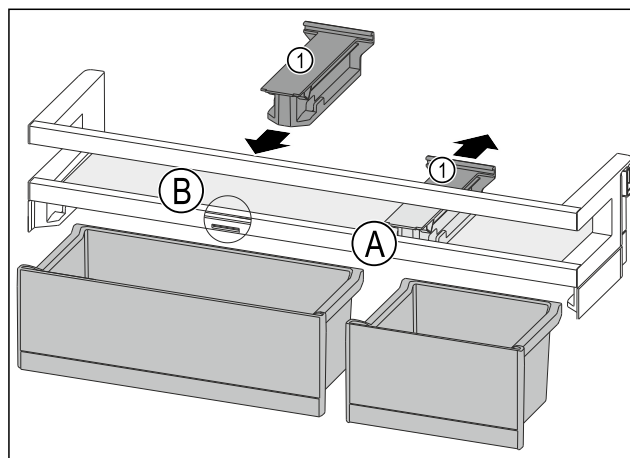

Fig. 189
- Tirare l'elemento di tenuta Fig. 189 (1) all'indietro per portarlo in posizione Fig. 189 (A).
- Inserire l'elemento di tenuta Fig. 189 (1) in posizione Fig. 189 (B).